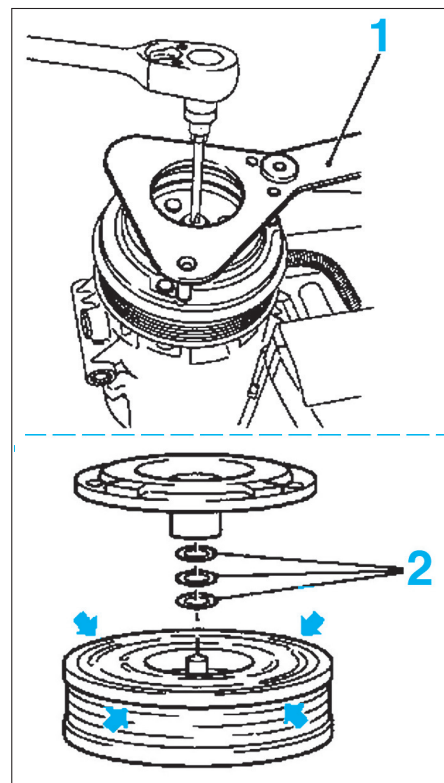

FIG. 25
- Maintenir l'embrayage en rotation avec un outil adapté (1) ou avec l'outil Opel KM-806 (fig. 25).
- Récupérer les rondelles compensatrices (2) de réglage du jeu d'embrayage.